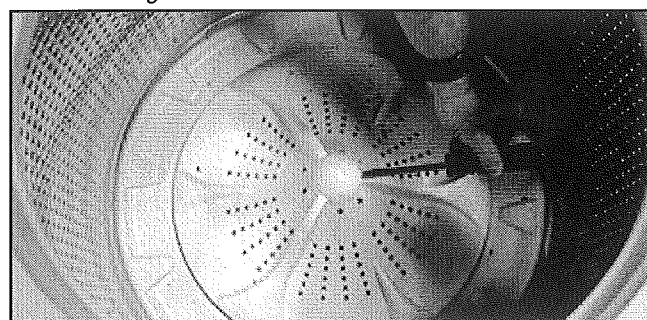

FIGURA 2
5. Quite la tapa ya sea de la placa de lavado o del agitador. Vea la *Figura 2*.